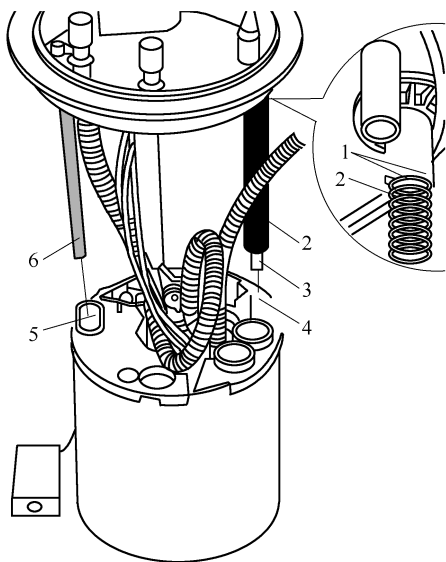
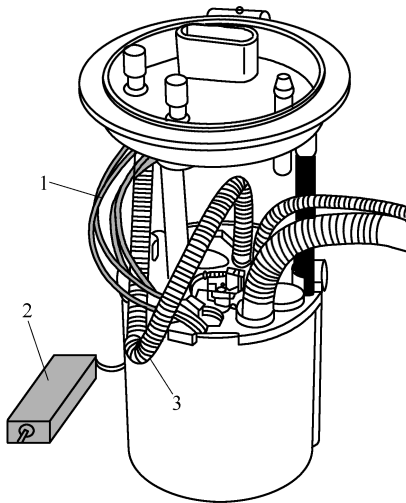

图 2-5-14 分解燃油泵
图 2-5-15 线束布置
12) 提起燃油泵并检查弹簧 2 是否仍然固定在法兰 1 上, 如果弹簧 2 已松弛, 则在拆卸法兰的同时, 用手指固定弹簧, 并将带密封圈的燃油泵从燃油箱开口处拉出, 如图 2-5-14 所示。
6) 降低法兰并使得导向管 6 插入导向装置 5 的开口中, 如图 2-5-14 所示。然后按照图 2-5-15 所示布置线束 1 及供油管 3, 避免阻挡浮动臂 2 的移动。